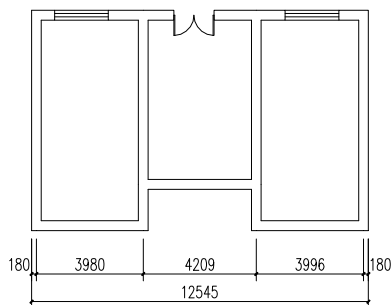

图 8-31 打开取消尺寸素材
① 按 Ctrl+O 组合键，打开配套光盘提供的“第 8 章/ 8.3.12 取消尺寸.dwg”素材文件，结果如图 8-31 所示。
② 单击“尺寸标注”→“取消尺寸”命令，命令行提示如下：